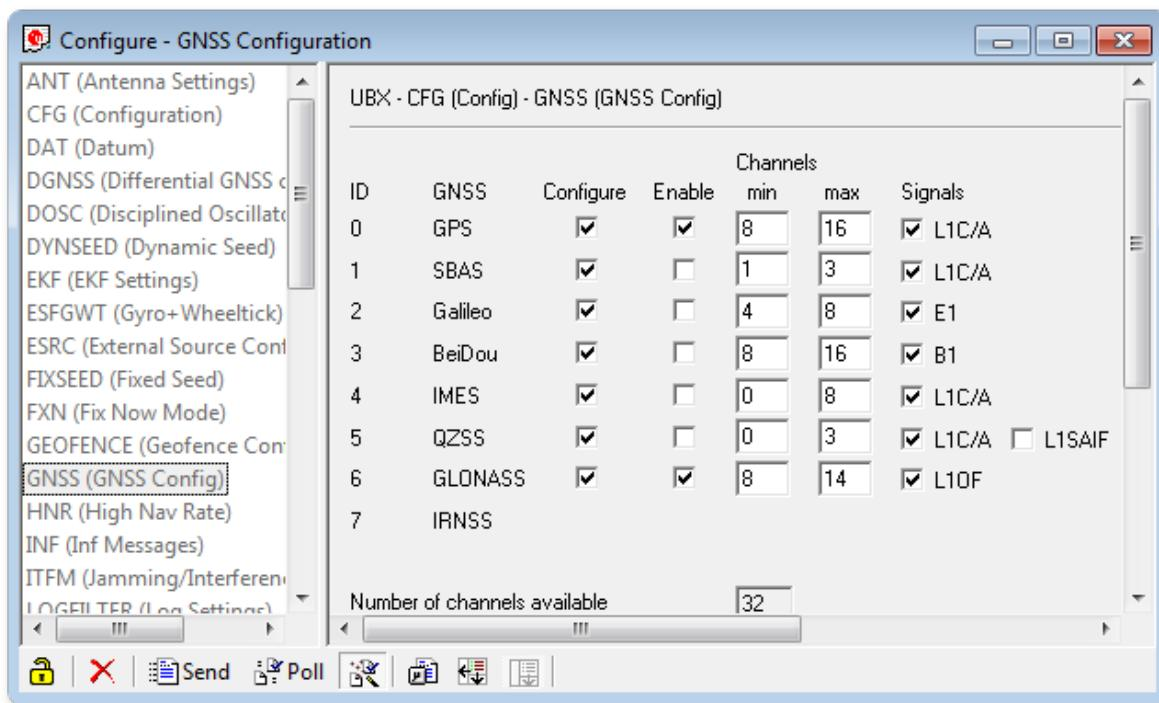

Рис. 39. u-center - настройка параметров спутниковых систем
5. Откроется окно «Configure - GNSS Configuration» (см. рис. 39).